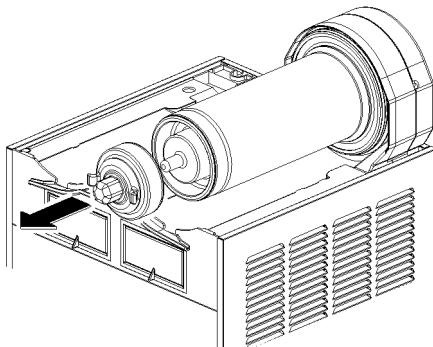

**Bild 8**
- 2** Den Behälter abmontieren. Dazu den unteren Teil (auf der Seite des Hahns) leicht nach oben drücken, um die unteren Befestigungshaken zu lösen (Bild 7) und den Behälter anschließend von vorne herausziehen (Bild 8).